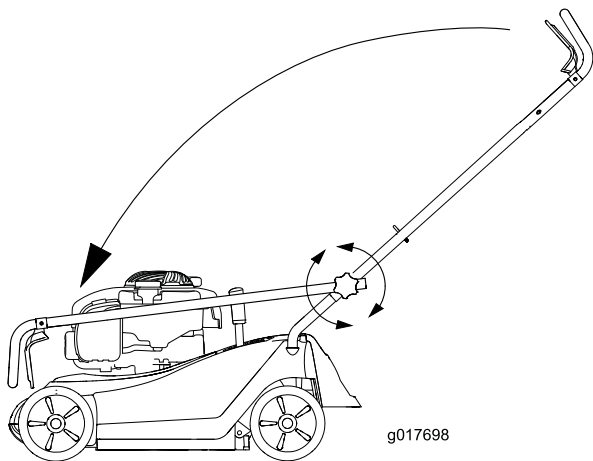

Figura 25
3. Chiudete la stegola come mostrato in Figura 25.